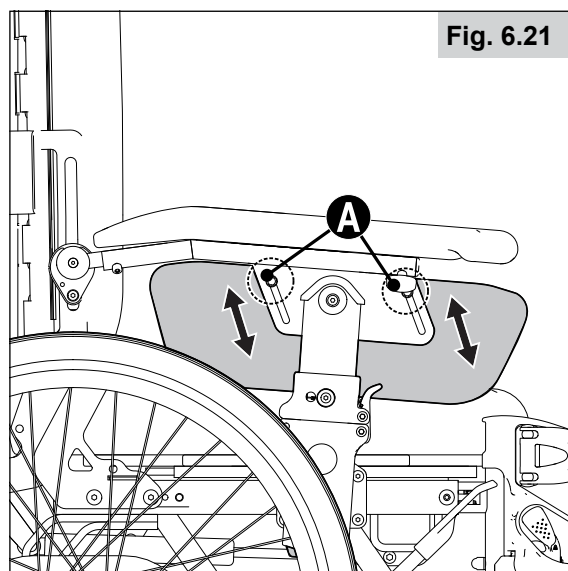

Fig. 6.21
6.20 Aanpassen van de hoogte van het zijschot (Fig. 6.21)